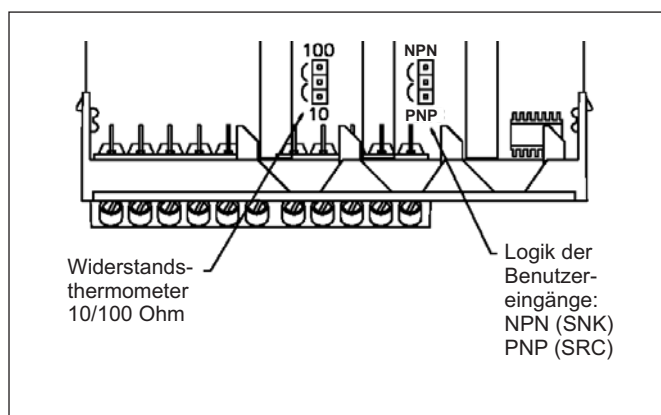

Bild 7.1: Jumpereinstellungen
- Logik der Benutzereingänge (Werkseinstellung NPN) (Bild 7.1)